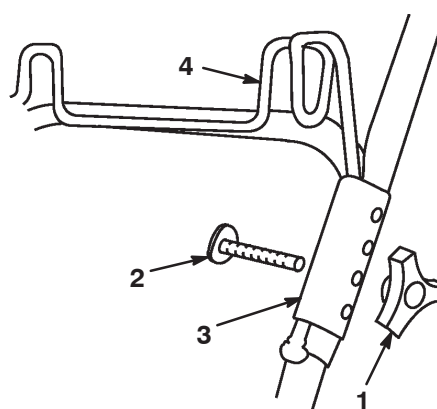

Figure 100
- Retirer le sac du porte-sac. Retirer le(s) bouton(s) et le(s) boulon(s) fixant les brides du porte-sac au guidon (Fig. 100). Les brides du porte-sac sont dotées de quatre trous pour le réglage.